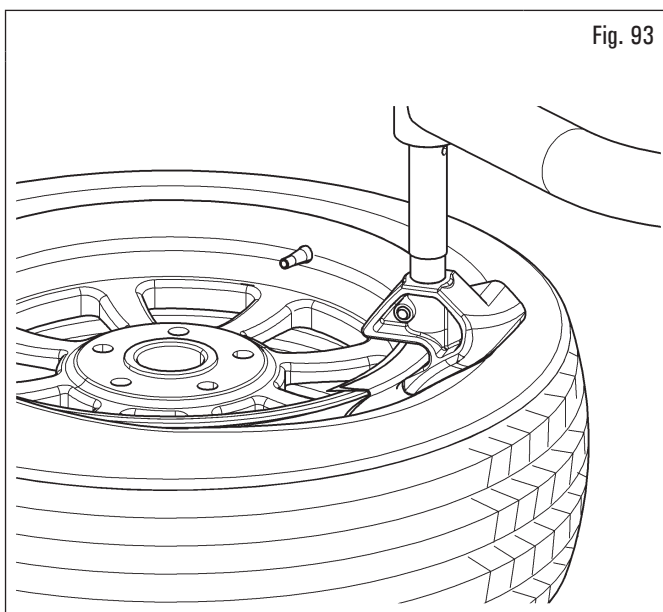

Fig. 93
11. inserire l'utensile cuneo sul bordo del cerchione in corrispondenza dell'estremità destra della pellicola di protezione tallone (Fig. 93) o della protezione parabordo (Fig. 94) applicati al bordo del cerchione;